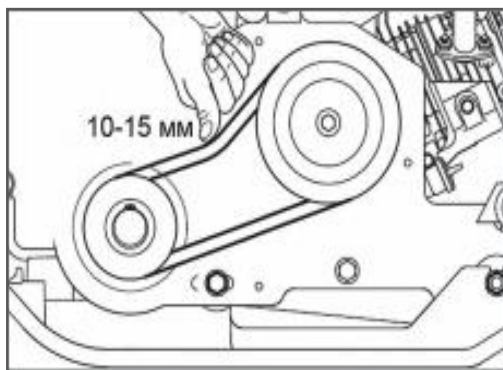

Рис. 7
3. Проверьте натяжение ремней. Правильно натянутый ремень при сильном нажатии пальцем должен прогибаться примерно на 10-15 мм (Рис.7).